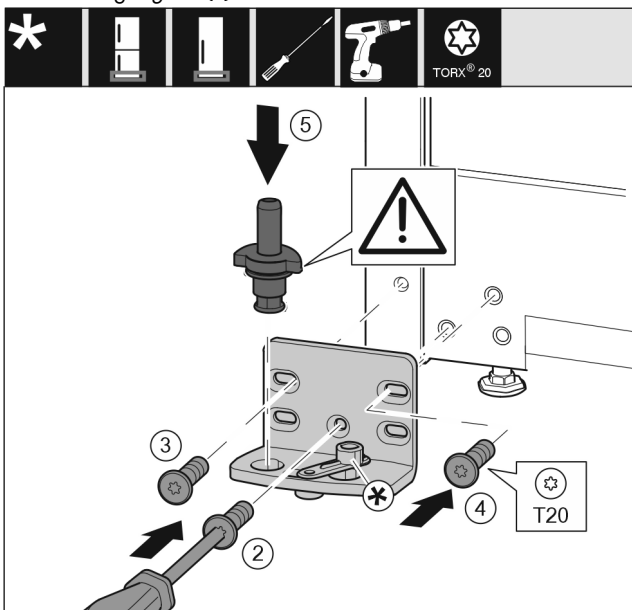

Fig. 38
- Lagerbock auf der anderen Seite ansetzen und mit Hilfe eines Schraubendrehers anschrauben. Mit der Schraube Fig. 38 (2) unten in der Mitte beginnen.
- Schraube Fig. 38 (3) und Schraube Fig. 38 (4) festschrauben.
- Lagerbolzen Fig. 38 (5) komplett einsetzen. Dabei darauf achten, dass der Rastnocken nach hinten zeigt.
- Lagerbock auf der anderen Seite ansetzen und mit Hilfe eines Schraubendrehers anschrauben. Mit der Schraube (2) unten in der Mitte beginnen.*
- Schraube (3) und Schraube (4) festschrauben.*
- Schließdämpferverbindung (5) um 180° drehen. Auf der anderen Seite des Lagerbocks mit Schraubendreher anschrauben.*
- Lagerbolzen (6) komplett einsetzen. Dabei darauf achten, dass der Rastnocken nach hinten zeigt.*